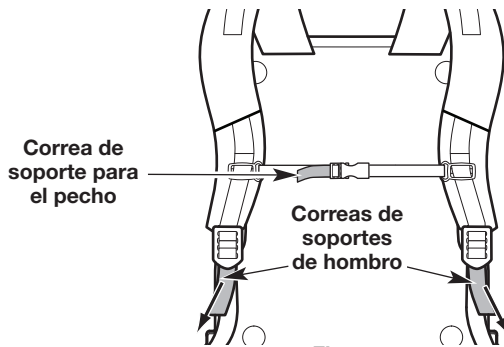

Fig. 11
- Tire hacia abajo de las correas de los soportes de hombro para ajustarlos (Fig. 11).
- Tire de la correa del soporte para el pecho hacia la derecha a fin de ajustar dicho soporte (Fig. 11).